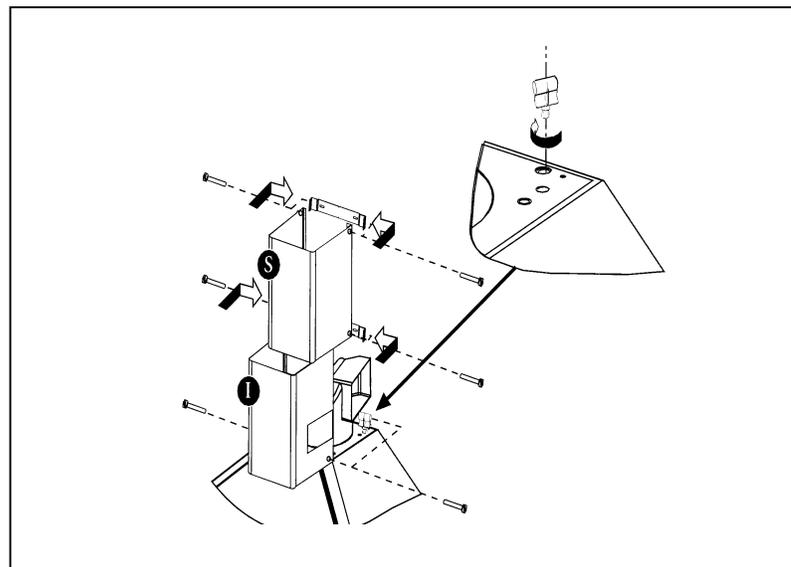

Fig. 06
Coloque as duas Buchas de Fixação da Chaminé Inferior, conforme detalhe da Fig. 06.
- Remover os dois “ T ” plásticos que permitem a fixação dos dois parafusos que prendem o Acabamento Inferior na estrutura da Coifa. (Veja o detalhe na Fig. 06).